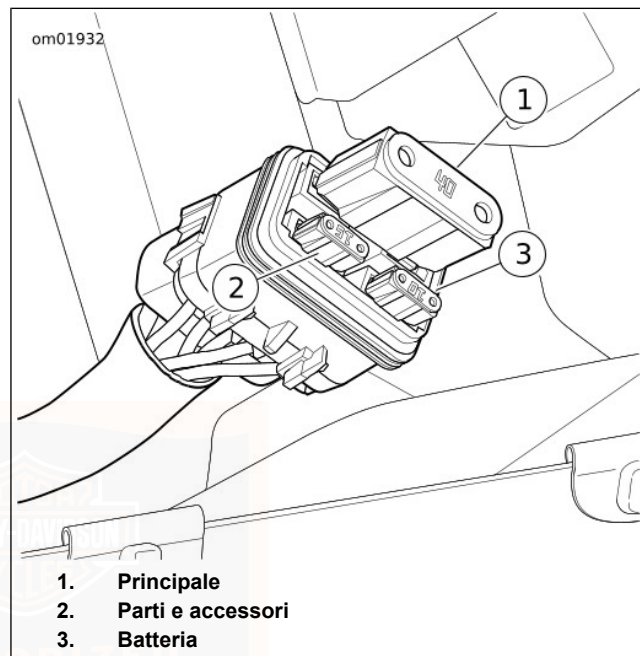

Figura 77. Fusibili
5. Vedere Figura 77. Rimuovere il fusibile sospetto.
- a. Fusibile principale (1)
- b. P&A (2)
- c. Batteria (3)